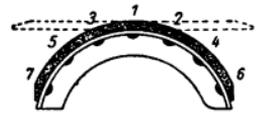

Bild 25 Reihenfolge beim Aufnieten eines Bremsbelages
31. Warum soll beim Nieten die in Bild 25 dargestellte Reihenfolge eingehalten werden?